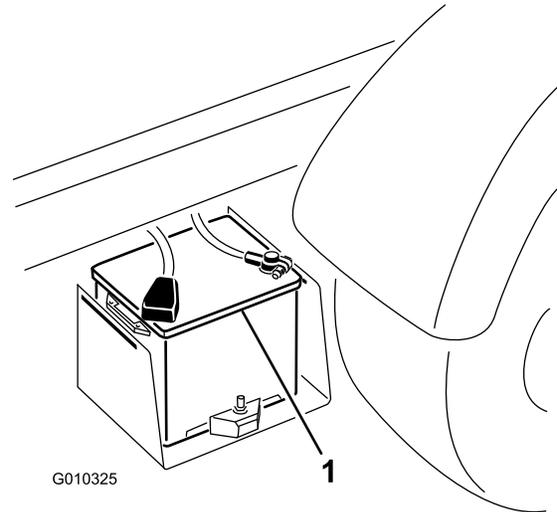

Figura 50
2. Ligue um cabo entre os pólos positivos das duas baterias (Figura 50).